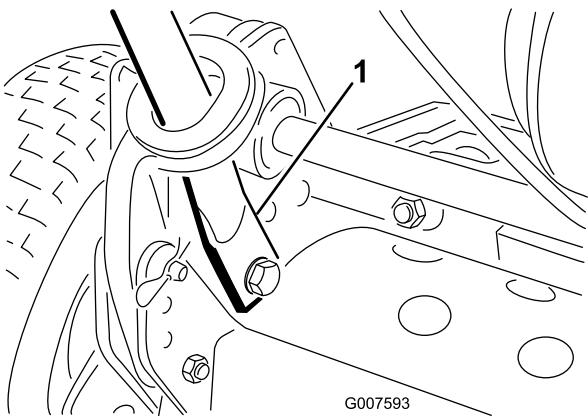

Bild 3
- Drücken Sie die Griffenden nach innen und bauen Sie sie in die Befestigungsschrauben ein (Bild 3).
- Befestigen Sie die Griffenden mit den vorher entfernten Schrauben, Scheiben und Sicherungsscheiben an den Befestigungsschrauben (Bild 3).
- Befestigen Sie die untere Seite der Griffarme mit den vorher entfernten Schrauben und Sicherungsmuttern an jeder Seite am Rasenmäher (Bild 3). Vergessen Sie nicht, die Büchsen in den Befestigungslöchern für den Griffarm einzubauen.
- Befestigen Sie die Griffarme mit den vorher entfernten Splints und Ringstiften hinten am Rahmen (Bild 3).